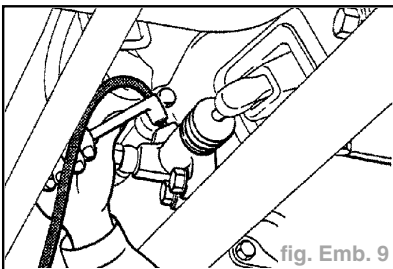

fig. Emb. 9
- connecter un tube transparent au purgeur d'air (fig. Emb. 9),